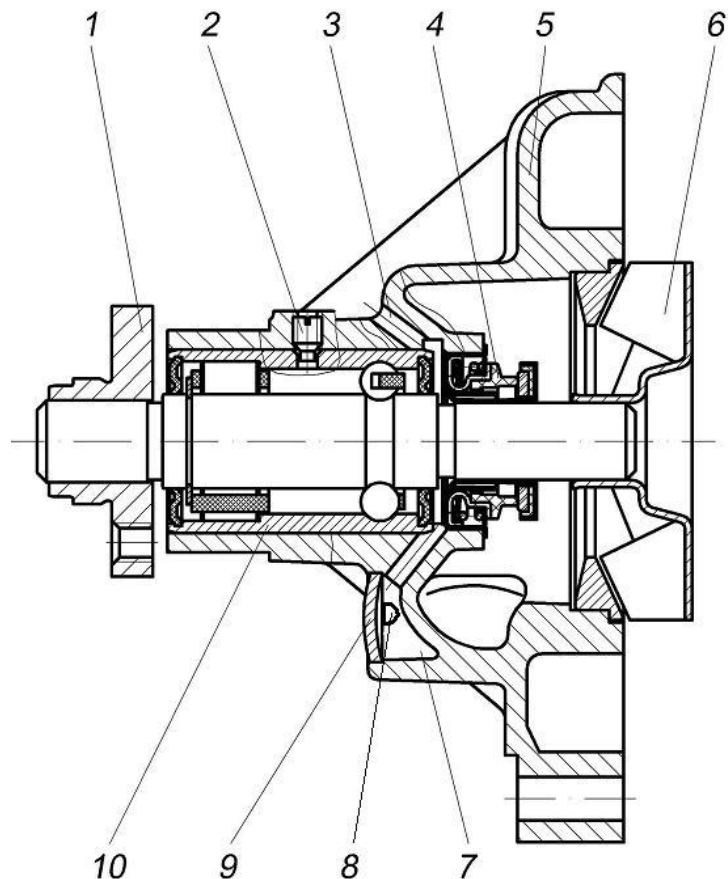

Рис.34. Водяной насос:
**Водяной насос** (рис.34) – центробежного типа, установлен на крышке цепи. Подача охлаждающей жидкости насосом осуществляется в блок цилиндров.